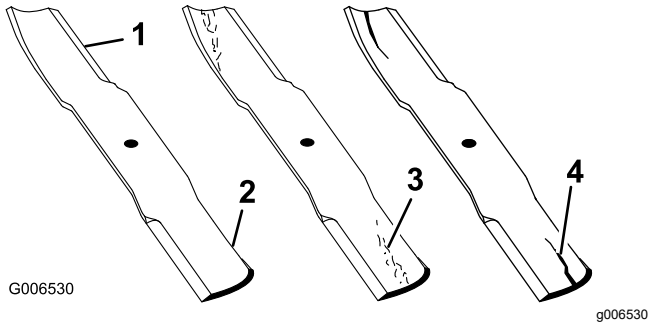

Bild 65
1. Untersuchen Sie die Schnittkanten (Bild 65).
4. Wenn Sie Risse, Verschleiß oder Rillenbildung in diesem Bereich feststellen, sollten Sie sofort ein neues Schnittmesser einbauen (Bild 65).